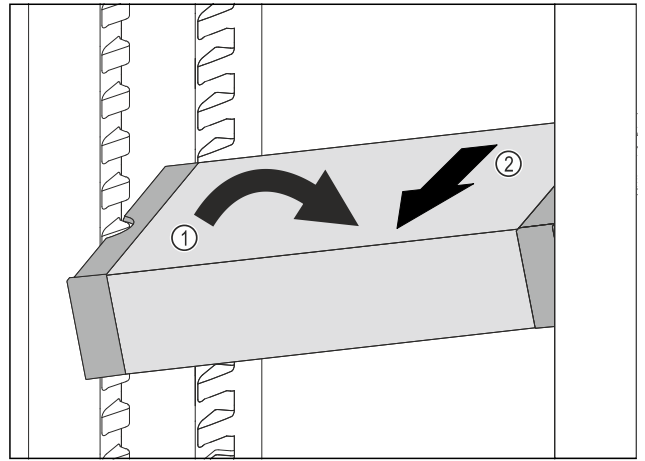

Fig. 124
- ▶ Aseta VarioSafe-vetolaatikko vinossa jääkaappiosassa. Fig. 124 (1)
- ▶ Poista VarioSafe-vetolaatikko etukautta. Fig. 124 (2)